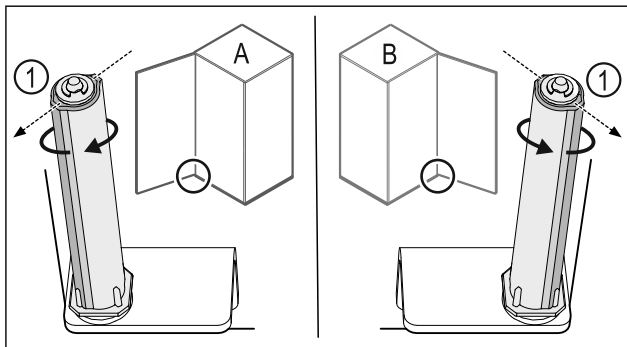

Fig. 45 Μεντεσέδες αριστερά (A) / Μεντεσέδες δεξιά (B)
- ▶ Περιστρέψτε το σύστημα κλεισίματος κόντρα στην αντίσταση, μέχρι ο κορμός του συστήματος κλεισίματος Fig. 45 (1) να είναι στραμμένος προς τα έξω.